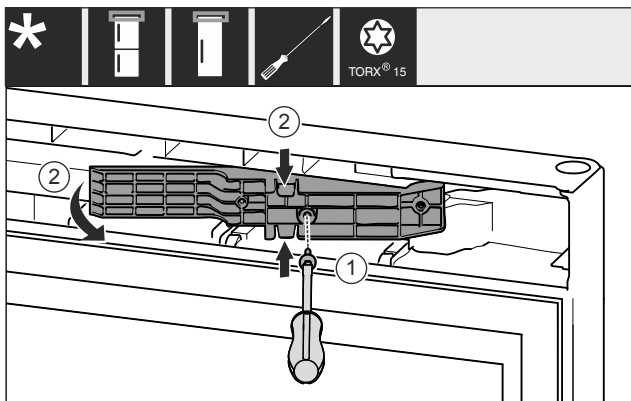

Fig. 12 *
- Schroeven met schroevendraaier T15 losdraaien. Fig. 12 (1)*
- Adapterstuk eruit trekken. Fig. 12 (2)*